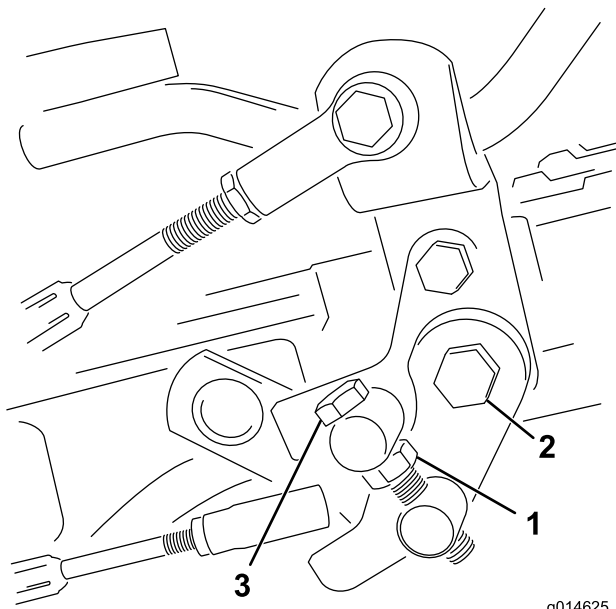

図 49
1. トラニオン・ボルトのジャムナットをゆるめる (図 49)。
4. トラニオン・ボルトのジャムナット、およびペダル・ピボットのナットを締め付けて調整を固定する (図 49)。調整を確認し、必要に応じて再調整する。